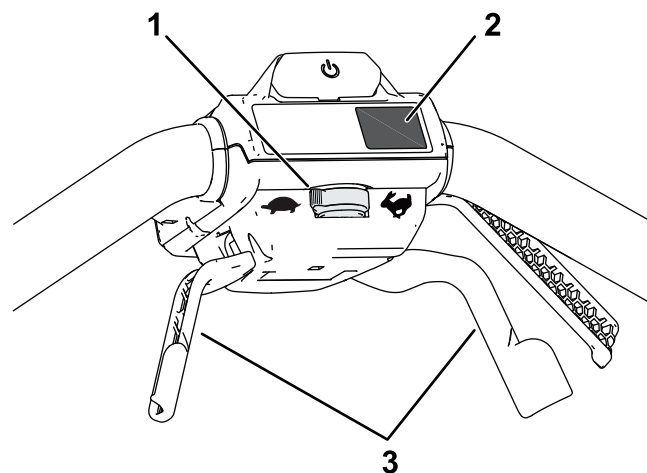

Figura 12
- Pentru a regla viteza de propulsie automată, reglați controlul vitezei (Figura 12).
- Pentru a cupla propulsia automată, trageți mânerul pentru propulsie automată către mâner și inei-le strâns (Figura 12).
Apăsai butonul MAX de sub butonul On pentru a seta maina la viteza MAX (Figura 12).